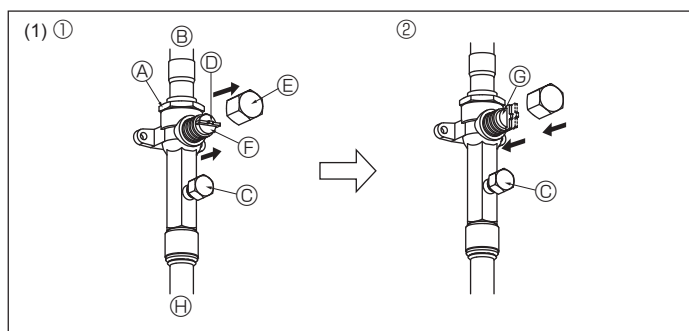

Fig. 4-10
4.7. Comment ouvrir la vanne d'arrêt (Fig. 4-10)
(1) Côté gaz (Fig. 4-10)
① Enlever le capuchon, ramener la poignée vers soi et la tourner d'un quart de tour en sens inverse des aiguilles d'une montre pour ouvrir la vanne.
② Vérifier que la vanne d'arrêt est complètement ouverte, appuyer sur la poignée et tourner le capuchon pour le ramener sur sa position d'origine.